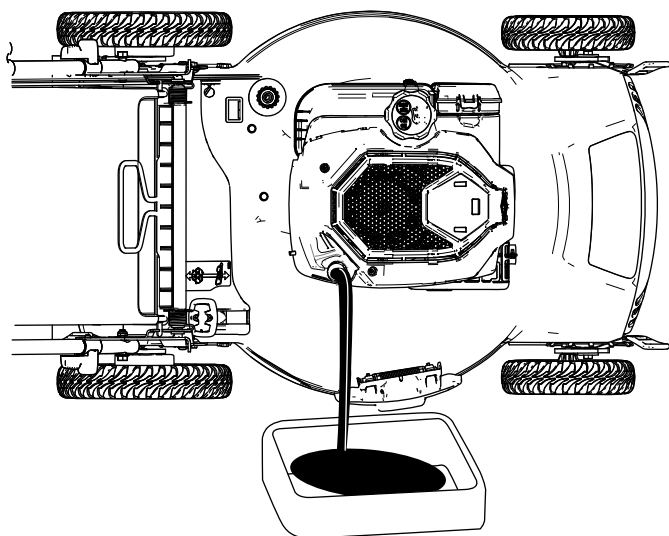

Figura 24
4. Ponga la máquina de lado (con el filtro de aire hacia arriba) para drenar el aceite usado del tubo de llenado de aceite (Figura 24).